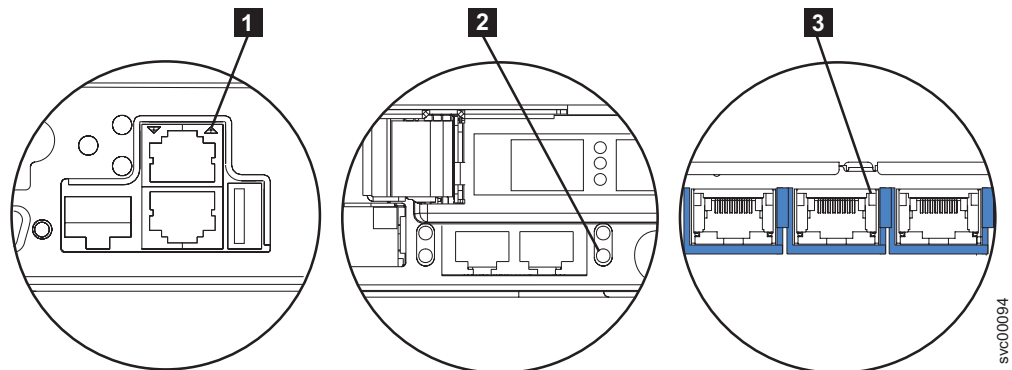

図 55. SAN ボリューム・コントローラーのポート 2 イーサネット・リンク LED
イーサネット・ポート・アセンブリーで緑色の LED が点滅している場合。図 55 は、ポート2 イーサネット・リンク LED を示しています。
**イーサネット・ポート 2 で緑色のリンク LED が点灯している場合。** 369 ページの図 55 を参照してください。